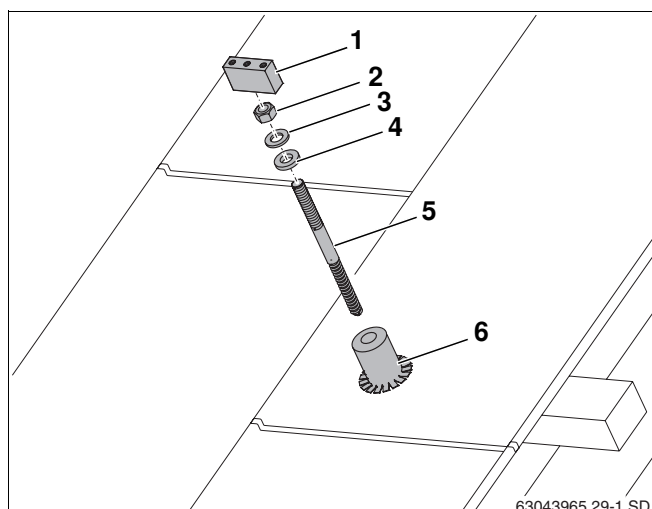

Fig. 27 Montage sur le toit en tôle
Pour la fixation des rails profilés, utiliser des pattes à vis (fig. 27, **pos. 5**) à la place des crochets de fixation. Pour le montage, veuillez respecter les écartements indiqués (w, x et y) entre les pattes à vis (Tabl. 5 et Tabl. 6, page 15).
Pour pouvoir garantir l'étanchéité du toit, souder des gaines sur site pour les pattes à vis (fig. 27, **pos. 5**) (fig. 27, **pos. 6**) dans le toit en tôle.